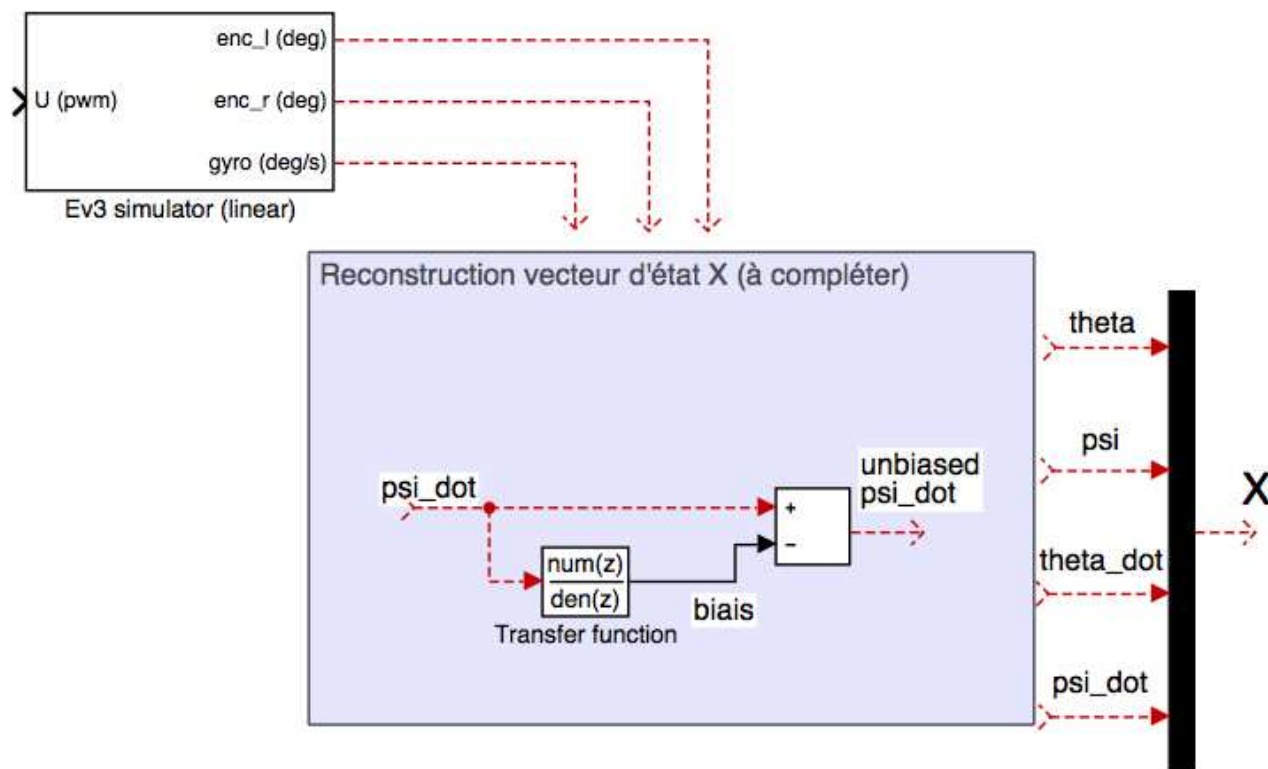

FIGURE 5 – Schéma bloc de la reconstruction de l'état  $X$  et estimation d'une vitesse angulaire  $\dot{\psi}$  non biaisée pour l'intégration
Il faut donc commencer par reconstruire le vecteur d'état  $[\theta \ \psi \ \dot{\theta} \ \dot{\psi}]^T$  dans les bonnes unités, à partir des données fournies par les 2 seuls capteurs disponibles (figure 5).
2. Pour reconstruire l'angle  $\psi$ , on n'utilisera pas directement la mesure de  $\dot{\psi}$  car celle-ci peut contenir un faible biais constant (offset) dû à la technologie du capteur. L'intégration directe du signal avec un biais constant ne peut que diverger. On se propose donc d'estimer ce biais par un filtrage et de le soustraire à la mesure de  $\dot{\psi}$  issue du gyroscope pour estimer une valeur non biaisée (voir figure 5).
6. Ayant désormais reconstruit à partir des capteurs disponibles le vecteur d'état  $X$  (figure 5), stabiliser le système en ajoutant le gain du retour d'état. Valider par la simulation et l'observation de l'évolution des états.